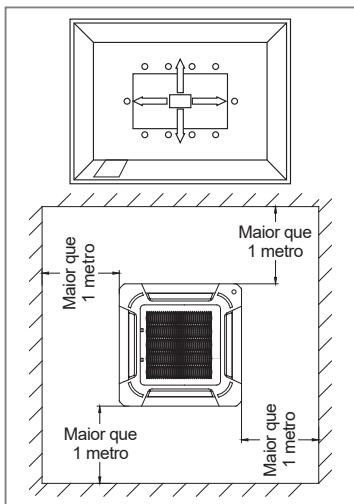

FIG. 15 - EXEMPLO DE UN. EVAPORADORA EM AMBIENTE CORPORATIVO
- Procure instalar a unidade no local mais central possível do ambiente, obtendo assim a melhor distribuição de ar, veja um exemplo na Fig. 15.